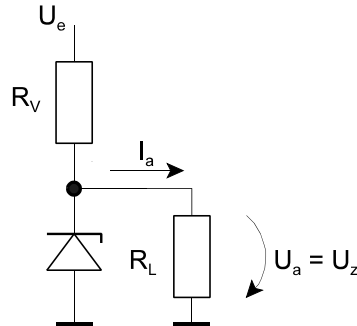

Abb. 10 Stabilisierungsschaltung
32. Abb. 10 zeigt eine Stabilisierungsschaltung mit Z-Diode. Dimensionieren Sie den Widerstand R_V .